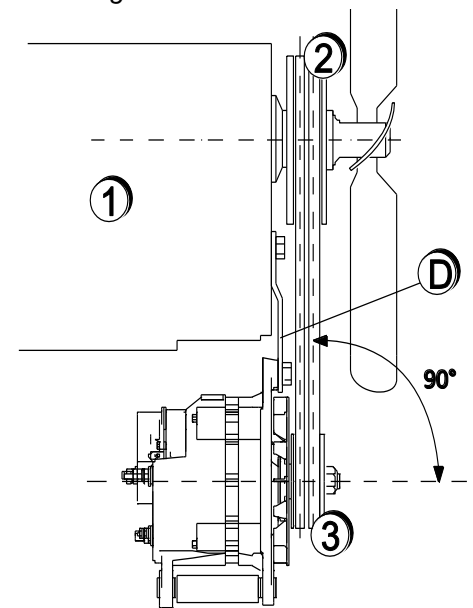

Abbildung 6: Ausrichten
- 3 Siehe Abbildung 6. Die Lichtmaschinen-Riemenscheibe (3) an der Antriebsscheibe (2) des Motors (1) ausrichten und die Befestigungsschrauben der Halterung anziehen, um die Montagehalterung (4) am Motor zu befestigen.